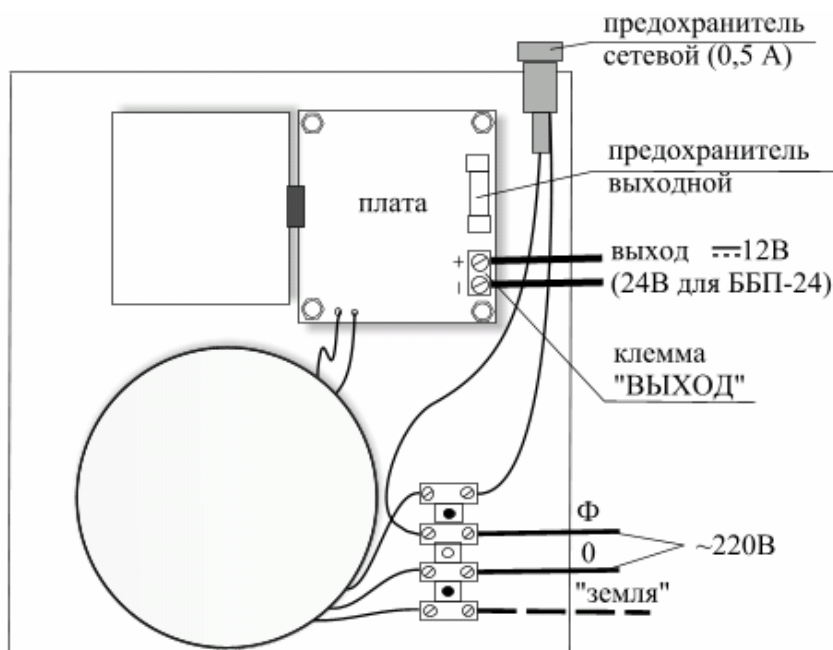

Рис. 1. Схема монтажная
- подключить кабель сетевого питания (~220В) к клеммам сетевой колодки согласно схеме монтажной (рис. 1) соблюдая фазировку;